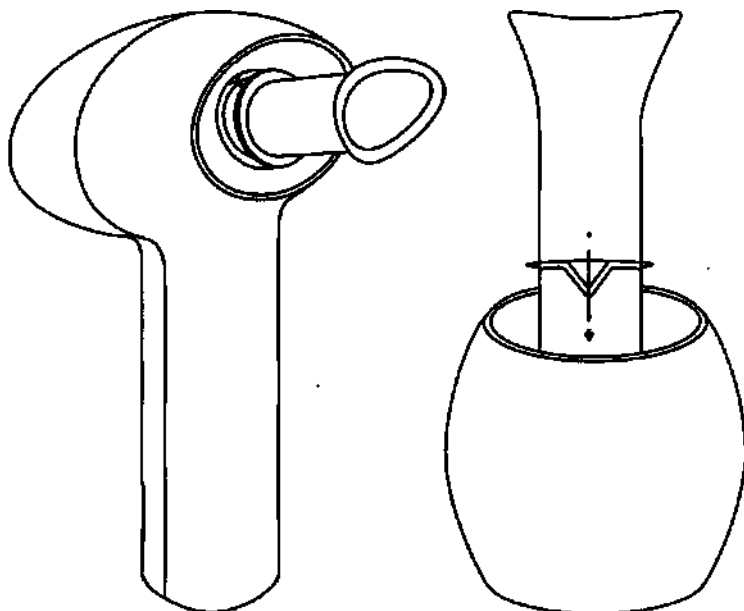
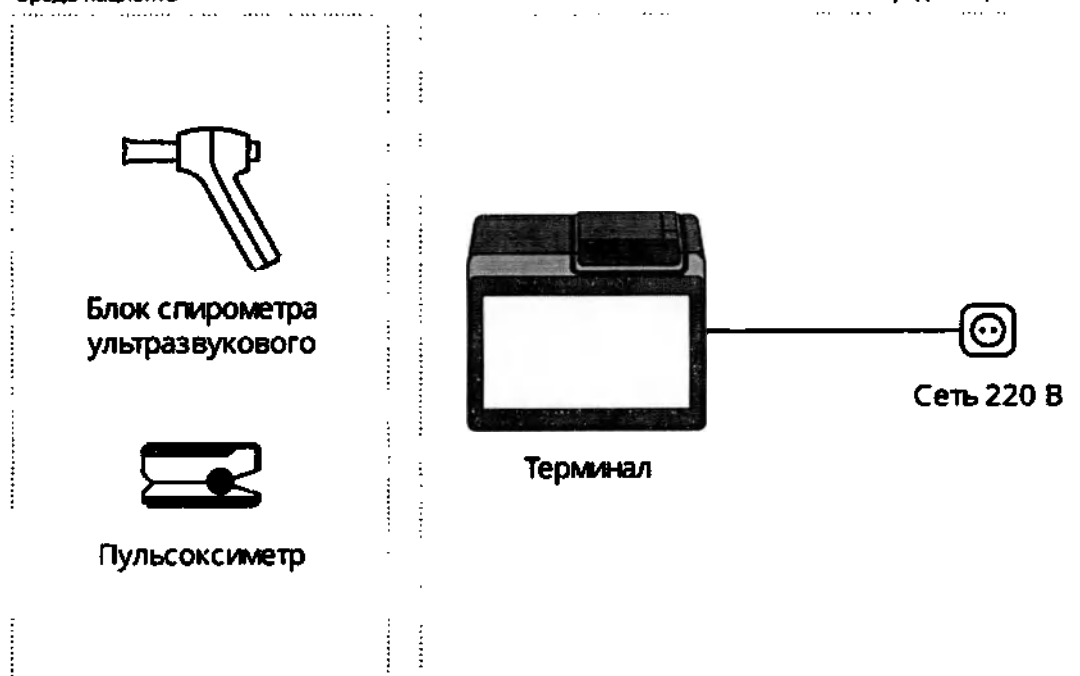

Рис. 7. Правильная установка мундштука в блок спирометра
Рис. 14. Схема подключения спирометра к терминалу
- Соедините составные части спирометра между собой согласно рис. 7 — рис. 14 и примечаниям к ним.
Примечания к рис. 7:
1. Вставьте мундштук в прибор до упора, как показано на рис. 7.
Ниже для удобства использования представлены схемы подключения, которые являются вариантами размещения (конфигурациями) спирометра в помещении (рис. 9 — рис. 14).